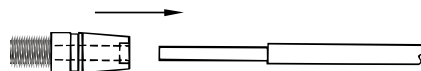

Fig. 2A End Ferrule Repair
4. Aplique una gota de adhesivo en el extremo del núcleo de fibra de vidrio (en caso de empalme, trabaje con un extremo a la vez, como se muestra en la Fig. 2A) y distribúyalo sobre el núcleo con un mondadientes o un clavo.
5. Gire el casquillo mientras introduce la varilla (Figs. 2A y 2B). Limpie el exceso de pegamento. Para reparar el casquillo terminal, use tela de lija para sacar el exceso de varilla que se extiende desde el extremo del casquillo.